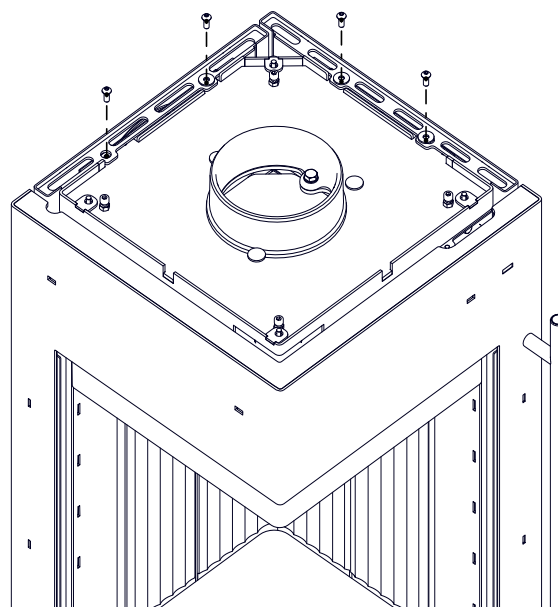

Fig.1
- Desserrer les vis de fixation 4x de la paroi arrière et latérale situées en haut de l'appareil (voir Fig.1).